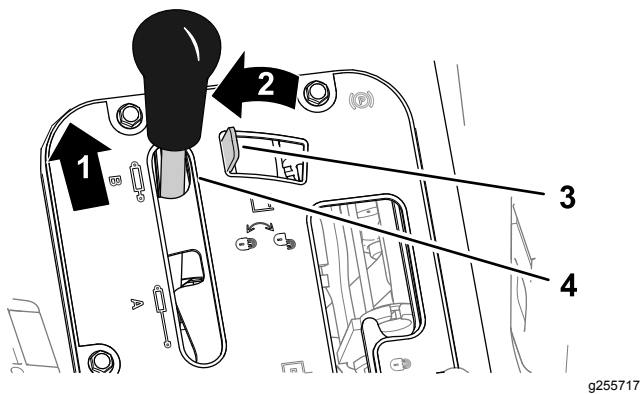
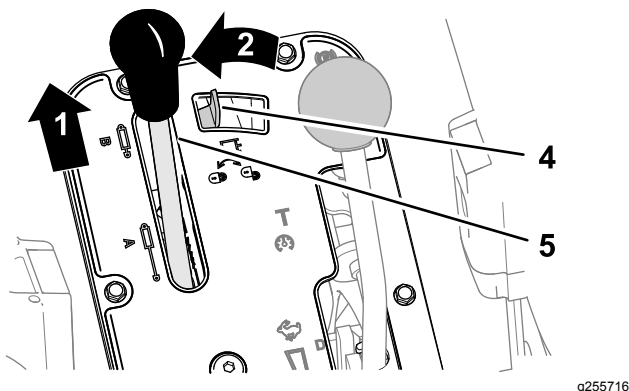

Bild 70
Bild 71
1. Drücken Sie den Hydraulikhubhebel nach vorne (Bild 70 oder Bild 71).
- Schieben Sie die Hydraulikhubsperrung nach links, um die Sperre zu aktivieren (Bild 70 oder Bild 71).